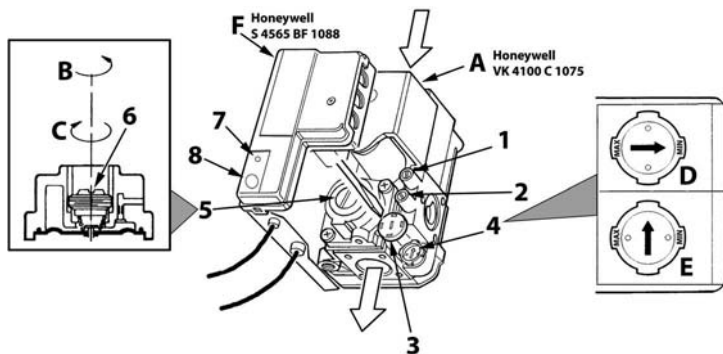

рис. 17 - Регулирование давления
На котле PEGASUS D можно регулировать тепловую производительность топки и, следовательно, тепловую мощность, передаваемую воде системы отопления; это делается исключительно путем регулировки основной горелки с помощью газового вентиля (см. рис. 17).
1. С помощью небольшой отвертки снимите защитный колпак 5 вторичного привода газового вентиля рис. 17.
1. Подключите манометр к клемме давления 2 (рис. 17), расположенной после газового вентиля, затем переведите ручку термостата котла на максимум.
2. Регулируйте давление с помощью винта 6 (рис. 17) на желаемое значение, руководствуясь диаграммами, приведенными в параграфе сар. 5.2.
2. Снимите с газового вентиля маленький защитный колпак 3 (рис. 17). С помощью маленькой отвертки регулируйте "СТУПЕНЬ" розжига на основании выбранного для работы газа (G20-G25 положение Дрис. 17 или G30-G31 положение Е рис. 17); установите защитный колпак на место.
1. Спустите воздух из газопроводных труб через штуцер отбора давления 1 газового вентиля (рис. 17).